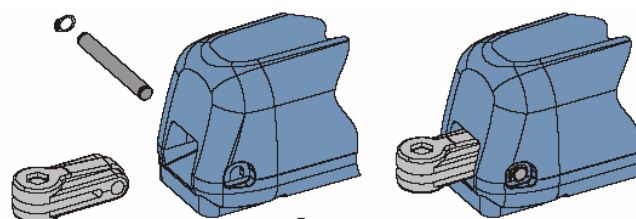

Рис. 9
- закрепите привод к заднему кронштейну используя штифт и разрезную шайбу и проушину рис. 9;